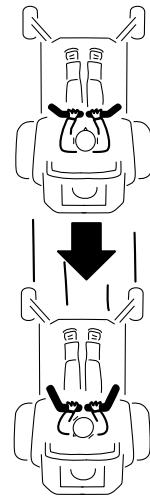

Figure 18
2. Pour vous déplacer en marche arrière, tirez doucement les leviers en arrière (Figure 18).
Pour vous déplacer en ligne droite, appliquez une pression égale sur les deux leviers de déplacement (Figure 18).